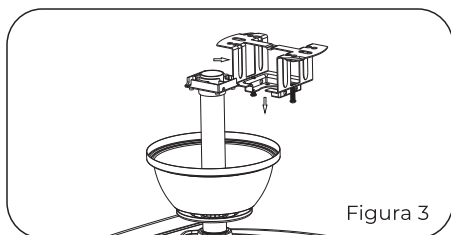

Figura 3
2. Cuelgue el ventilador de techo en el soporte y luego bájelo lentamente de modo que el cabeza y la ranura del soporte queden pegados a la posición de la base de la percha. (Figura 3)